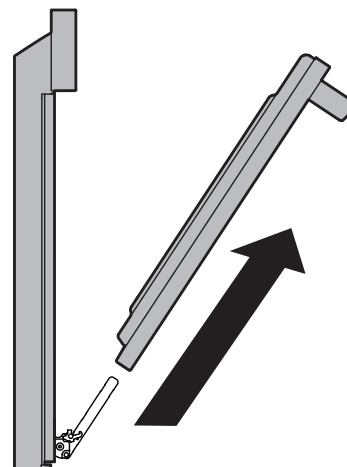

Figure 15: Enlever la porte
4. Tirez le bas de la porte vers vous tout en faisant tourner le haut de la porte vers l'appareil pour dégager complètement les leviers de charnière (Figure 15).
1. Tenez fermement les deux côtés de la porte. N'utilisez pas la poignée de la porte (Figure 15).